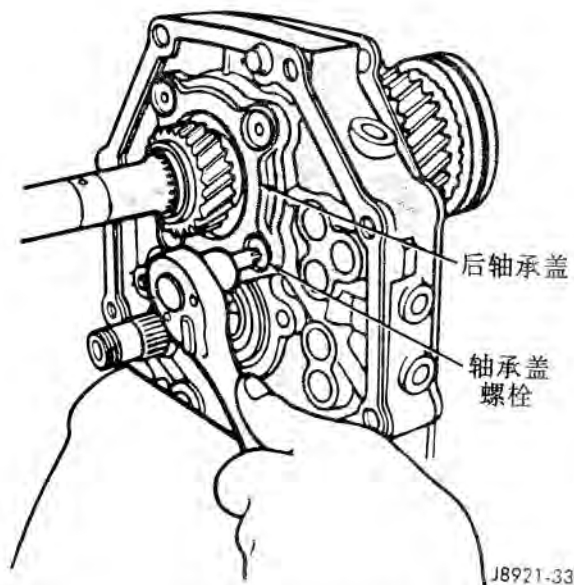

图 33 拆卸后轴承盖
(7) 用合适尺寸的内六角板子拆下后轴承盖螺栓并卸下轴承盖（图 33）。